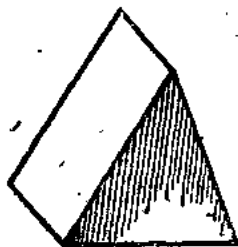

图 1-9
4. 一个三角墩立在桌上如图 1-9。从它的前面往后看，看到它的前面是一个三角形，画一个三角框来表示，如图 1-10 的上部。再从頂上往下看，同时看到它的兩個斜面都象長方形，画兩個連着的方框来表示兩個斜面的界限，如图 1-10 的下部。由此可見这套圖上有兩種的面，一种是平的，另一种是斜的，并且斜面所表示的比真正的面小些。